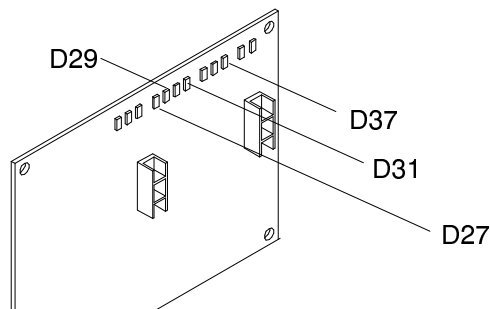

Fig. 24
c) Si el led D37 no se ilumina, pero se iluminan normalmente el led D27 (correspondiente al micro del puño derecho) y el led correspondiente al pulsador del puño de la izquierda apretado (D29 o D30 o D31) controlar y eventualmente substituir el fusible 1A (cód. 02008816, tabla 8) y en caso extremo la placa electrónica (cód. 02E03947, tabla 8). Si los leds D29, D30, D31 y D27 no se iluminan normalmente, verificar el cableado desde los microinterruptores de los pulsadores hasta la placa electrónica y también los microinterruptores (cód. 02E03927, tabla 2). Si el led D37 no se ilumina y tampoco los leds D29, D30, D31 y D27, substituir el relé de seguridad (cód. 02E04017, tabla 8) (Fig. 24).
c) Si el led D37 no se ilumina, pero se iluminan normalmente los leds D31 y D27, controlar y eventualmente substituir el fusible 1A (cód. 02008816, tabla 8), y en caso extremo la placa electrónica (cód. 02E03947, tabla 8). Si los leds D31 y D27 no se iluminan normalmente, verificar el cableado desde los microinterruptores de los pulsadores hasta la placa electrónica y también los microinterruptores (cód. 02E03927, tabla 2). Si el led D37 no se ilumina y tampoco los leds D31 y D27, substituir el relé de seguridad (cód. 02E04017, tabla 8) (Fig. 24).